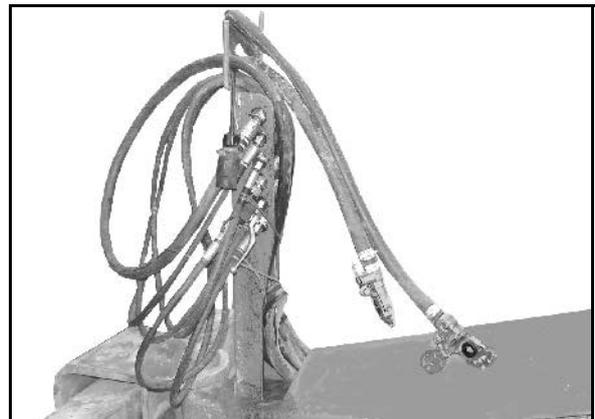

Fig. 14
3. Enganchar los conectores hidráulicos al acople de estacionamiento (Fig. 14).